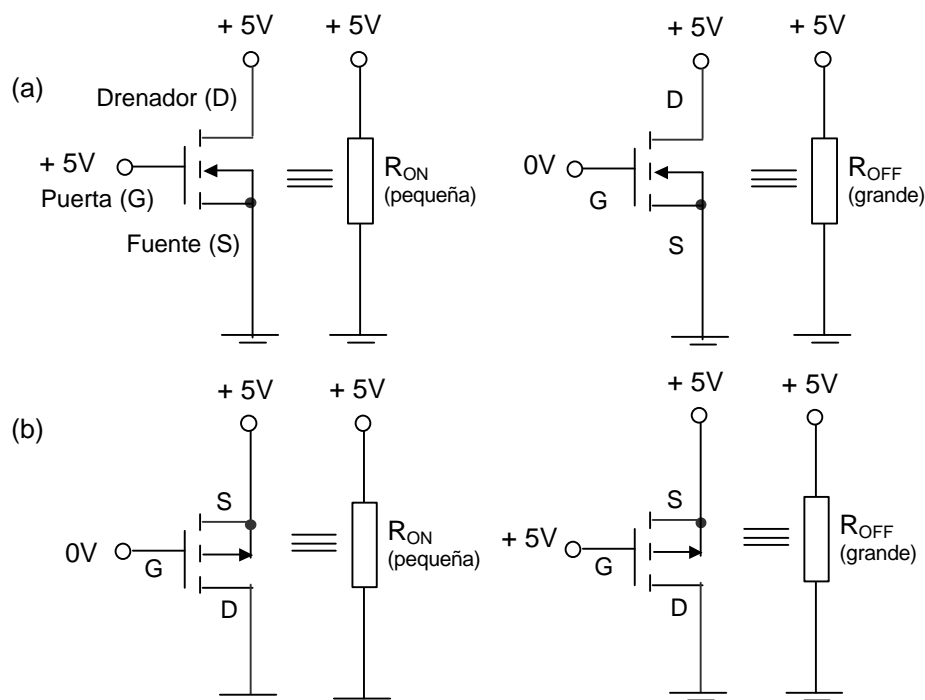

Figura 4-20. Conmutación del transistor MOSFET. (a) Canal n. (b) Canal p.
Los transistores de efecto campo de semiconductor de metal-óxido (MOSFET) son los elementos activos de conmutación de los circuitos CMOS. Estos dispositivos difieren enormemente tanto en la construcción como en el funcionamiento interno de los BJTs pero, básicamente, su acción de conmutación es la misma. En aplicaciones digitales al igual que sucedía con los transistores bipolares adoptan dos estados si nos limitamos a trabajar en unos intervalos de voltaje ('1' y '0') asemejándose a interruptores cerrados o abiertos (Figura 4-20).
Los tres terminales de un MOSFET como se puede ver en la Figura 4-20 son: **puerta**, **drenador** y **fuelle**. Cuando la tensión de puerta de un MOSFET de canal n es más positiva que la fuente, el MOSFET conduce (ON) y la resistencia entre drenador y fuente es pequeña. Cuando la tensión puerta-fuelle es cero, el MOSFET no conduce. Los MOSFET de canal p funcionan con polaridades de tensión opuestas.